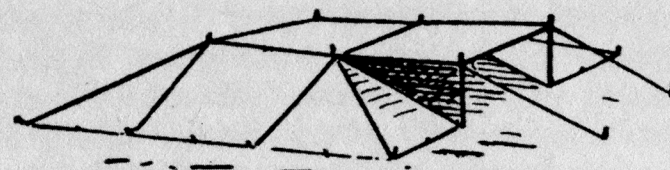
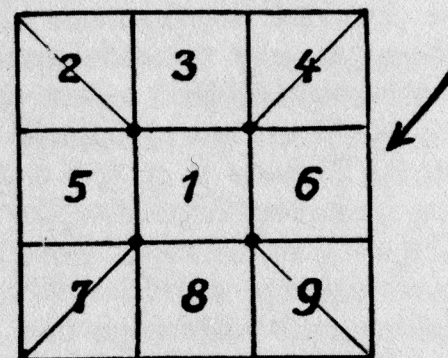

Abb. 33
Abb. 34
12. Das Neuner-Flachzelt (Abb. 33) ist sehr geräumig und bildet eine vorzügliche Raumausnutzung. 12 bis 15 Erwachsene oder gar bis zu 20 Jungen können darin übernachten. Empfohlen wird allerdings, das Neuner-Flachzelt nur bei sehr guter Witterung zu bauen, denn es ist ganz natürlich, daß sich auf dem flachen Dach Wasser ansammelt und mit der Zeit durchläuft. Geknüpft wird wie in Abbildung 34: 1 über 2—9 (es ist gut, die Bahn 1 nicht gegen die Windrichtung unter zu knöpfen, weil der Lagerer viel lieber die Möglichkeit des Zuges, der bei guter Spannung des Zeltes aber vermieden werden kann, in Kauf nimmt, als das Einschlagen des auf der Bahn sich stauenden Wassers), 4 über 3, 6, 2 über 5 und unter 3, 6 über 9, 7 unter 5, 8 und 8 über 7 und unter 9. Bahn 5 wird als Eingang später hochgestellt. — Der Aufbau geht so vor sich, daß nach dem Knöpfen vier Leute unter den Zelthausen kriechen und jeder einen Zeltstab (je 4 Militärstäbe hoch) durch die in den Ecken der Bahn Nr. 1 sich treffenden Zeltringe steckt. Jetzt wird das Zelt gespannt. Die Gehilfen unterm bzw. im Zelt halten selbstverständlich so lange die Stäbe, bis das Zelt verspannt ist. — Um die Ecken besser herauszuholen, spannt man je eine Schnur in der Diagonale der Zeltbahnen 2, 4, 7 und 9 (natürlich innerhalb des Zeltes!). Zum Spannen des Neuner-Flachzeltes werden 24 Heringe benötigt.